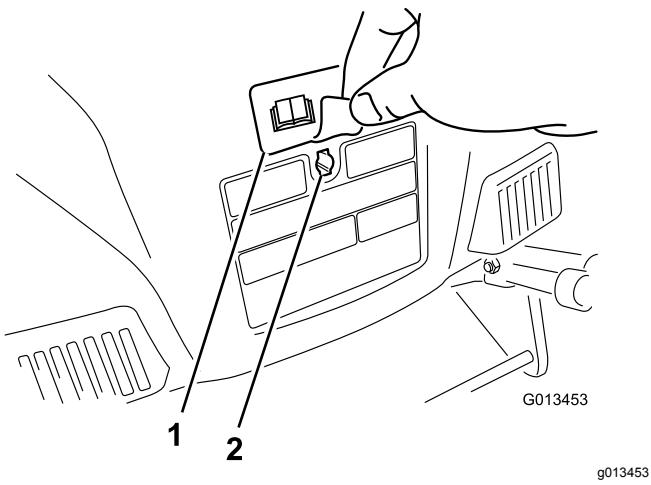

Figure 5
- Retirez l'autocollant qui masque le trou de clavette au dos du carter (Figure 5).